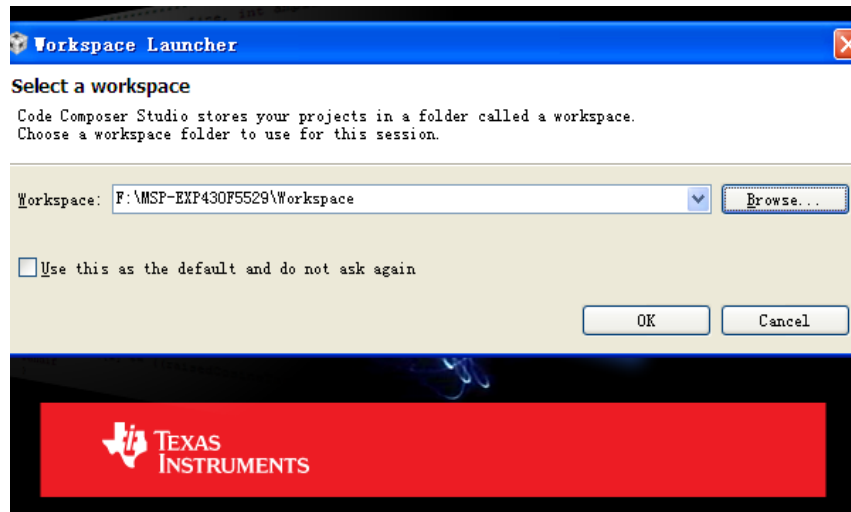

图 1.5 Workspace 选择窗口
(3) 单击 **Finish**，将运行 CCS，弹出如图 1.5 所示窗口，打开“我的电脑”，在某一磁盘下，创建以下文件夹路径：-\\MSP-EXP430F5529\\Workspace，单击 **Browse**，将工作区间链接到所建文件夹，不勾选"Use this as the default and do not ask again"。